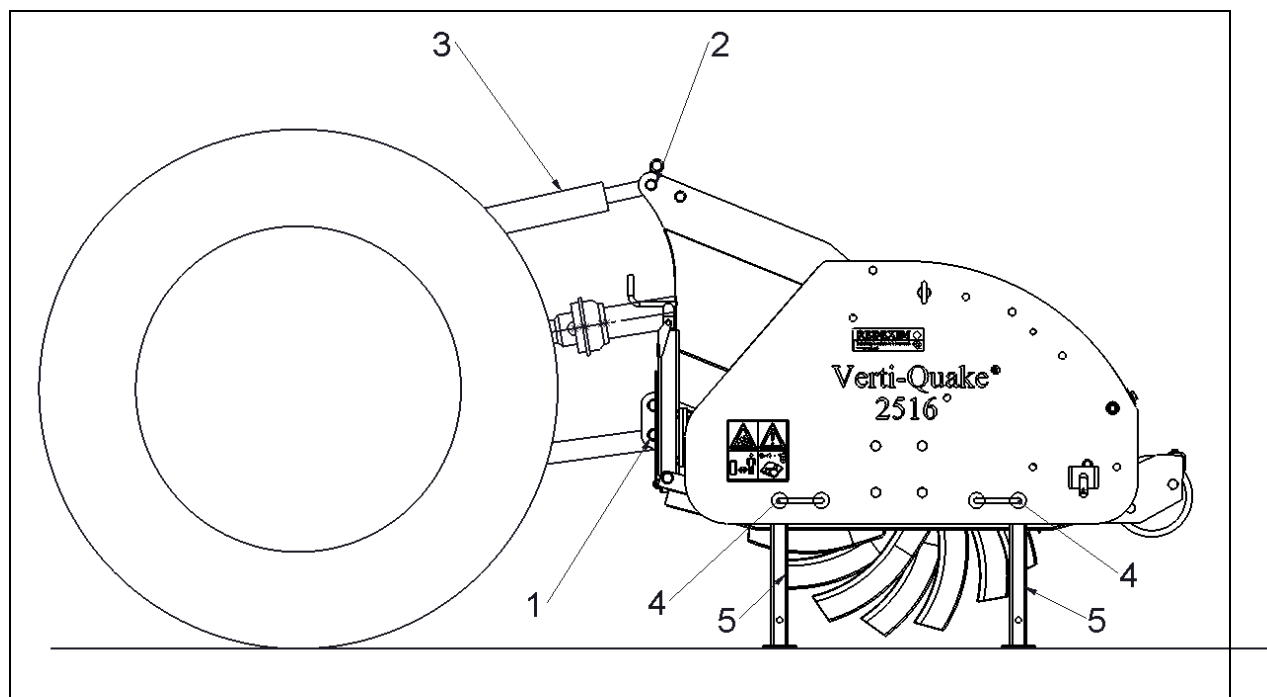

Fig. 10
5.0 KOPPLING TILL TRAKTORN (Fig. 10)
Detta sker på följande sätt: (fig.10)